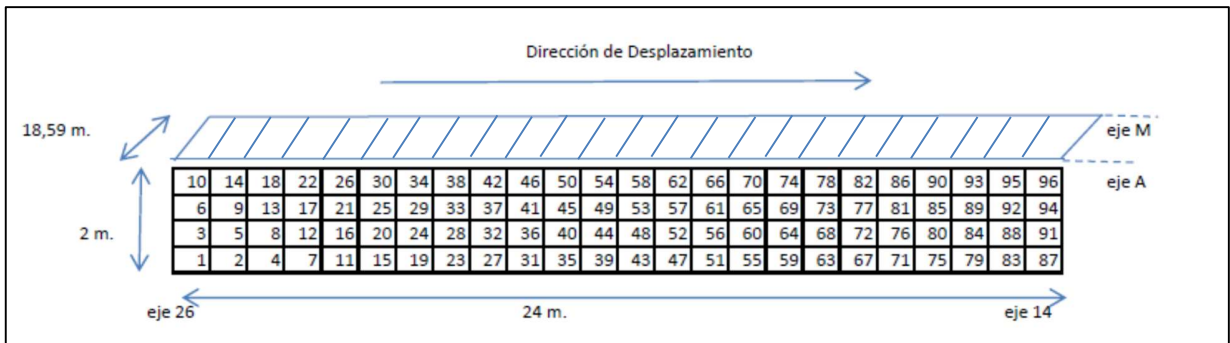

FIGURA 3.33: SECUENCIA DE HORMIGONADO
- Se debe seguir el orden estricto del vaciado de acuerdo con la secuencia descrita a modo de referencia en la figura 3.33. La numeración muestra el orden de las capas.